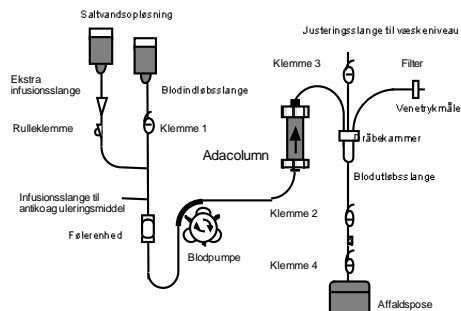

Fig. 2
- 2) Fjern hæften fra den røde ende af Adacolumn, og gør blodindløbslangen godt fast til Adacolumn. Fastgør Adacolumn til søjleholderen, så det røde stik vender nedad. Fjern hæften fra den blå ende af Adacolumn, og slut den til blodudløbslangen (Fig. 2).